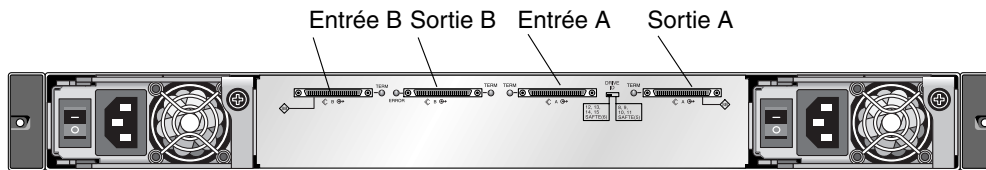

FIGURE 4-7 Noms des ports de la baie Sun StorEdge 3120 SCSI
1. Pour définir une unité JBOD comme configuration monobus, branchez le câble de raccordement SCSI entre les ports SCSI libellés à l'aide de l'icône SB, les ports d'entrée B et de sortie A, comme illustré dans la FIGURE 4-7. Serrez les vis de calage du câble en donnant six tours dans le sens des aiguilles d'une montre afin de garantir un branchement et un fonctionnement corrects.